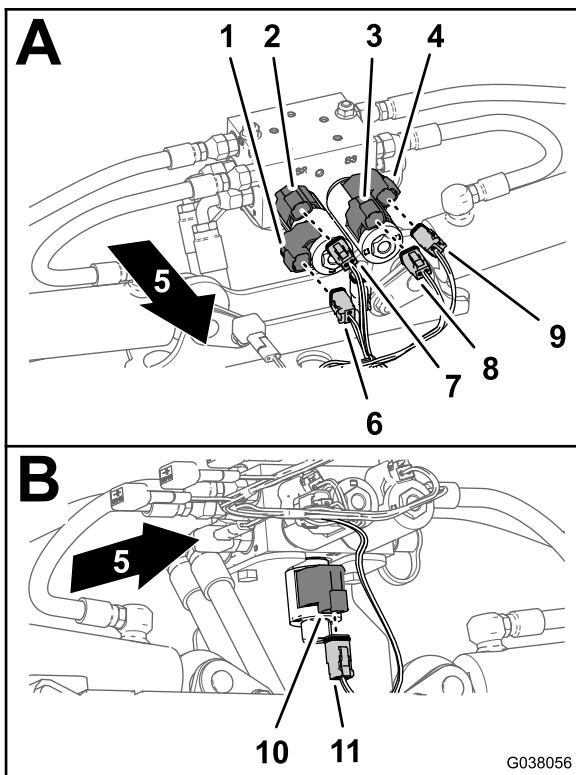

Figura 115
1. Nel solenoide inferiore sinistro, collegate il connettore a 2 prese del cablaggio preassemblato posteriore indicato come SOLENOIDE IN BASSO A SINISTRA al connettore a 2 pin per il solenoide in basso a sinistra (Figura 115).
2. Nel solenoide superiore sinistro, collegate il connettore a 2 prese del cablaggio preassemblato posteriore indicato come SOLENOIDE IN ALTO A SINISTRA al connettore a 2 pin per il solenoide in alto a sinistra (Figura 115).
3. Nel solenoide superiore destro, collegate il connettore a 2 prese del cablaggio preassemblato posteriore indicato come SOLENOIDE IN ALTO A DESTRA al connettore a 2 pin per il solenoide in alto a destra (Figura 115).
- Nel solenoide inferiore destro, collegate il connettore a 2 prese del cablaggio preassemblato posteriore indicato come SOLENOIDE IN BASSO A DESTRA al connettore a 2 pin per il solenoide in basso a destra (Figura 115).
- Nella parte inferiore del collettore del cilindro di sollevamento, collegate il connettore a 2 prese del cablaggio preassemblato posteriore indicato come SOLENOIDE DI ATTIVAZIONE al connettore a 2 pin per il solenoide di attivazione (Figura 115).